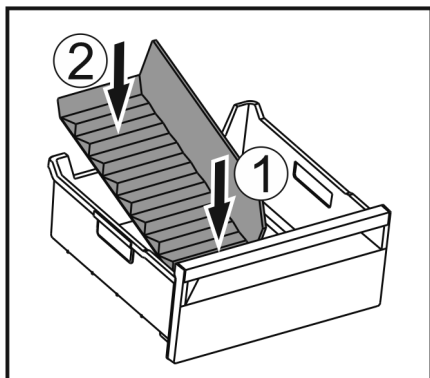

Fig. 174
- ▶ Włożyć przednią część separatora do szuflady na lód. Fig. 174 (1)
- ▶ Tylną część separatora do szuflady na lód opuścić na dno szuflady. Fig. 174 (2)